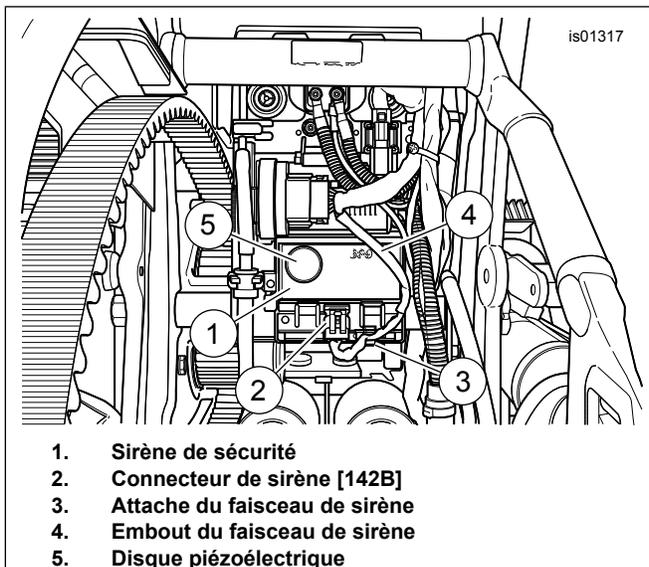

Figure 22. Montage de la sirène (modèles Softail sauf FX-CW/C)
7. Figure 22 Orienter la sirène (1) comme indiqué, avec le connecteur du harnais (2) vers le bas et le disque sondeur (5) orienté vers l'extérieur. Délicatement attacher la sirène au panneau électrique.
8. Insérer la laisse du harnais de la sirène (4) dans la clip du harnais (3) afin de garder le harnais loin des autres composants.